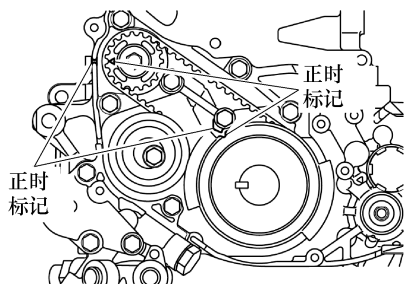

图 4-93 对准正时标记
1) 将曲轴链轮 B 和平衡轴链轮上的正时标记与机油泵上相应的正时标记对齐, 如图 4-93 所示。